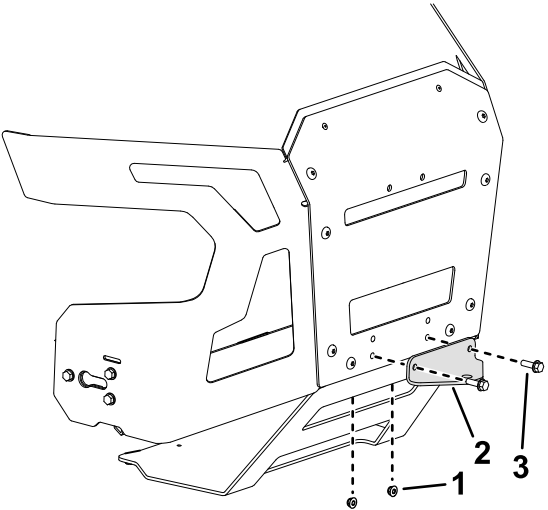

Figura 12
1. Retire los 2 pernos, las 2 tuercas y el soporte de enganche existentes de la parte inferior del protector trasero (Figura 12).